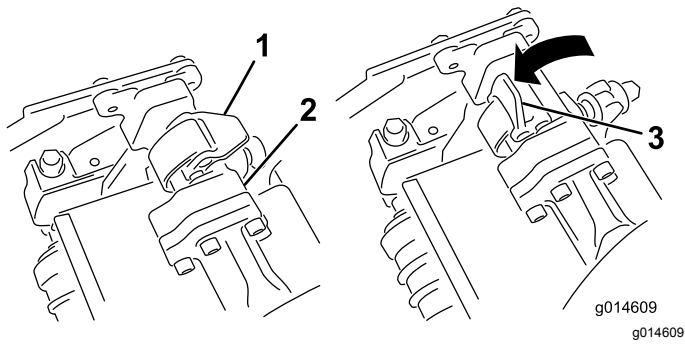
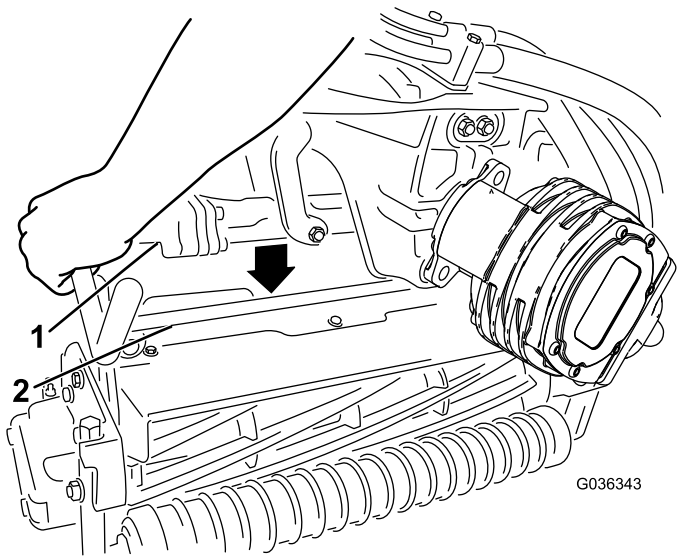

Figura 52
Figura 53
4. Con los enganches del brazo de suspensión orientados hacia arriba (es decir, abiertos (Figura 52), empuje hacia abajo el brazo de suspensión de modo que la barra encaje en la barra situada en la parte superior de la unidad de corte (Figura 53).
- Presione los enganches hacia abajo alrededor de la barra de la unidad de corte y bloquéelas (Figura 52).
5. Abra los enganches de la barra del brazo de suspensión de la unidad de corte que está retirando (Figura 52).